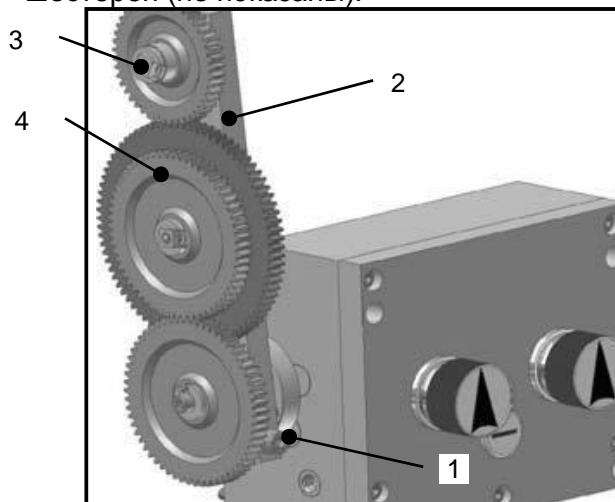

Рис. 14
- Ослабьте винт (1, рис.14) поворотной консоли (2, рис.14)
- Выведете, повернув на себя, из зацепления со шпинделем консоль (2, рис.14) с набором шестерен для удобства настройки
- Извлеките фиксирующие шайбы осей шестерен, и открутите квадратные гайки (3, рис.14)
После регулировки зазоров между шестернями и их фиксации, поворотом консоли (2, рис.14) введите шестерни в зацепление с шестерней на шпинделе и зафиксируйте ее винтом (1, рис.14).